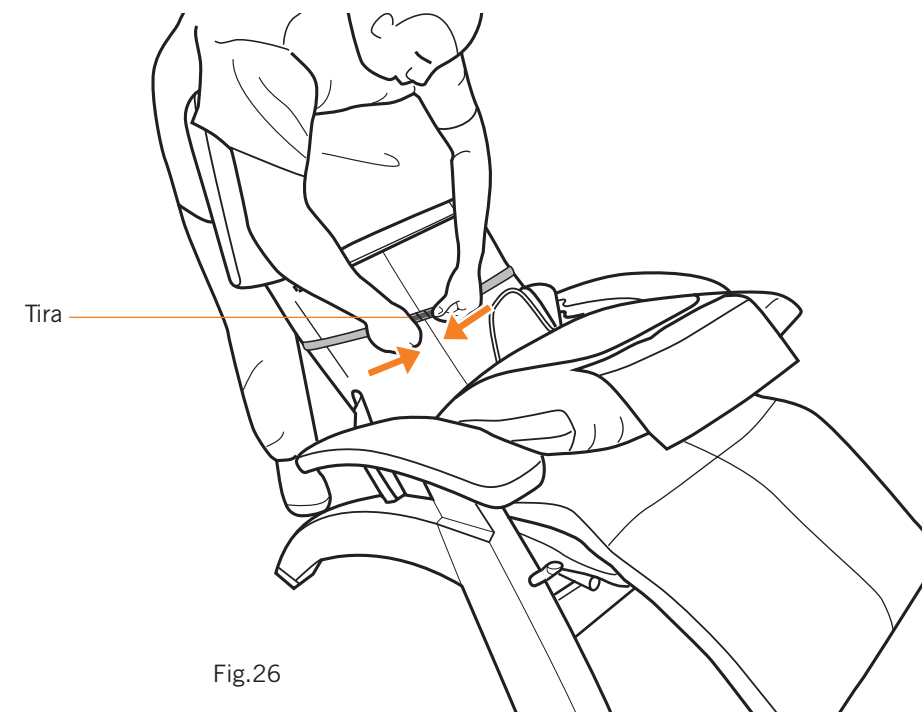

Fig.26
3. Lleve las aletas laterales alrededor de la parte frontal de la lona de la silla, estírelas bien, y luego asegure con los cierres de velcro (Fig.26). **NOTA:** Si las correas están demasiado apretadas, la almohadilla trasera se arruga.